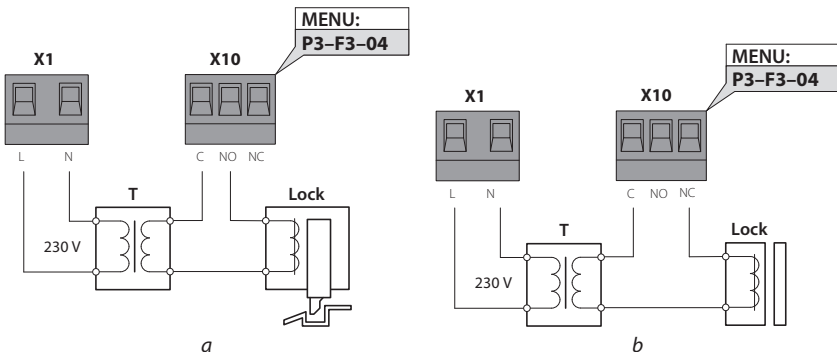

Рисунок 11. Подключение электромеханического (а) или электромагнитного (b) замка:
7. Если подключен электрический замок (рис. 11), то выполните все необходимые настройки для электрического замка (настройка **P3-F4-04**) или отключите электрический замок.